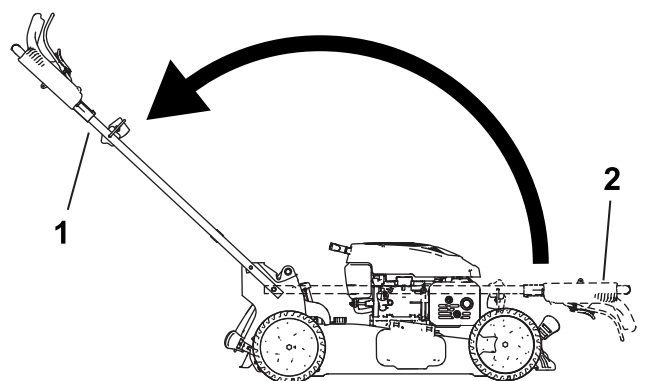

Figura 31
- Pomo del manillar (2)
- Perno de cuello cuadrado (2)
- Doble el manillar girándolo hacia adelante (Figura 31).